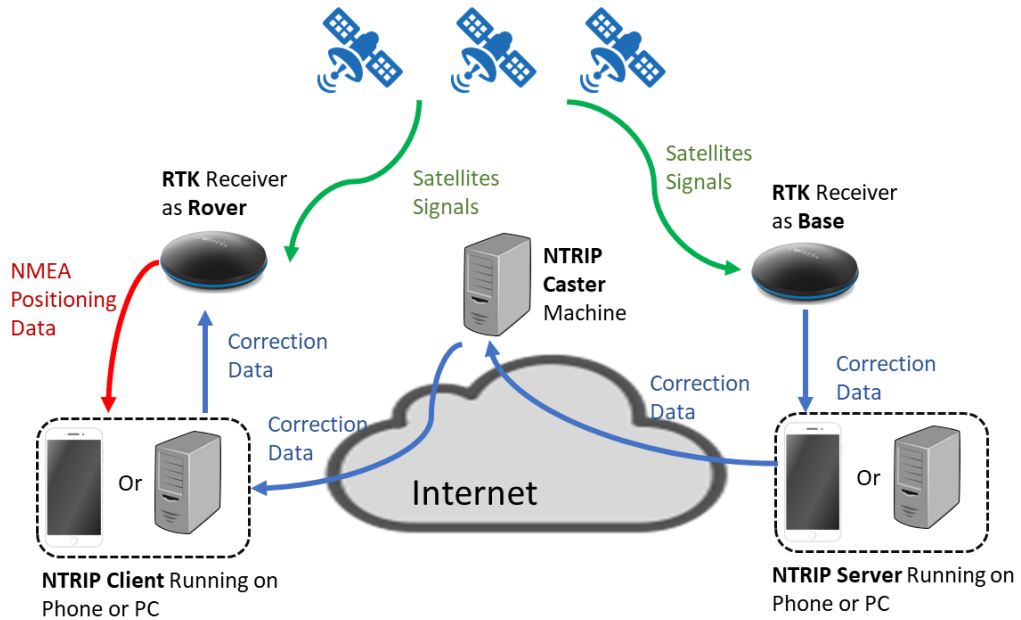

Figura A-4
NTRIP es un protocolo para entregar datos de corrección RTK desde RTK Base a RTK Rover, que consta de tres servicios (1) Servidor NTRIP (2) NTRIP Caster (3) Cliente NTRIP. Los tres servicios se ejecutan en tres máquinas con acceso a Internet que en la mayoría de los casos están separadas entre sí. La estructura general de NTRIP se puede ilustrar en la Figura A-4.